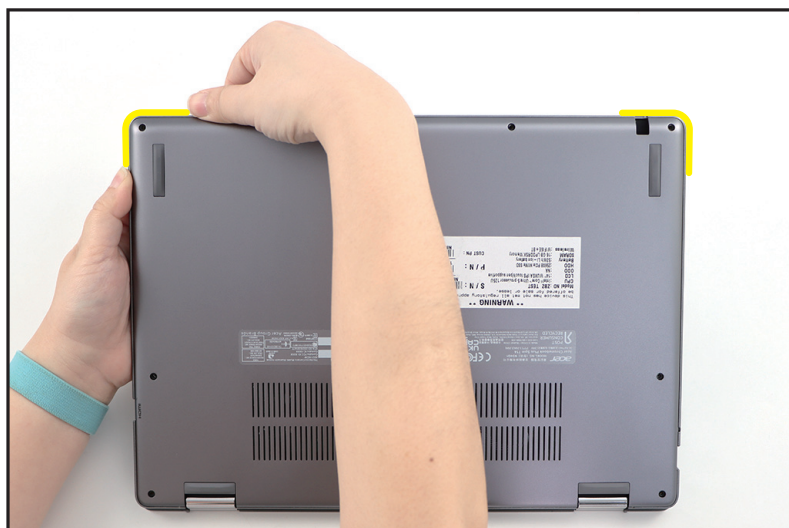

Figure 1-4. Retrait du couvercle de base
2. Faites soigneusement levier sur le couvercle de base à partir des bords inférieurs pour libérer les loquets comme cela est illustré sur Figure 1-4.